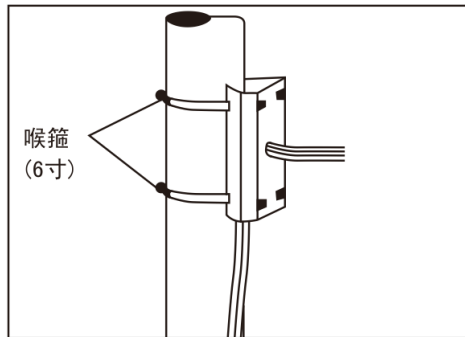

图16
a. 如图16所示，将电线电缆穿过柱装附件，用喉箍将柱装附件固定到柱状结构上。